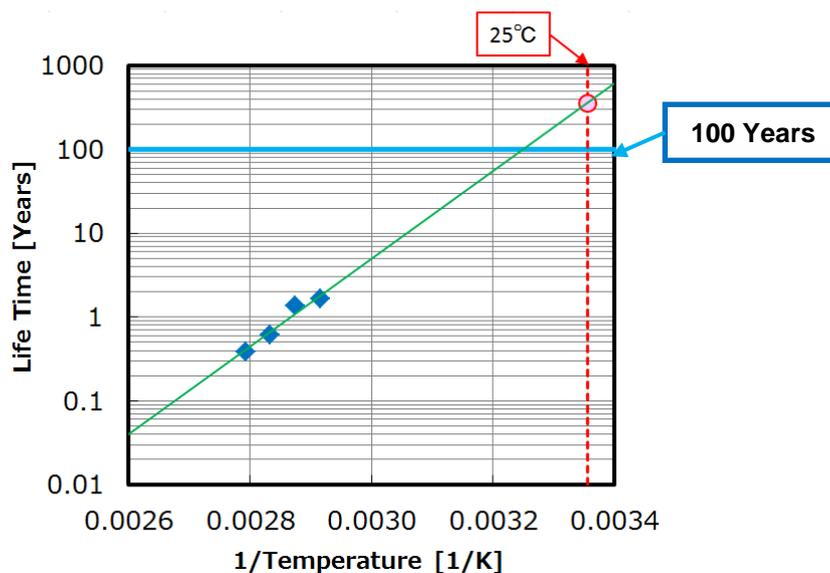

図 11 AD ディスクの長期保存信頼性
3.3 章でも述べましたが、AD ディスクで採用している記録層は、耐酸化性、耐腐食性が非常に高く、高い信頼性を確保できています。また、レーザーによるマークの形成は、本記録材料の構造（形状）変化で実現されるので、記録された信号は、高い保存信頼性があります。記録データのアーカイバル特性として、図 11 に保存信頼性の実測結果を示します。